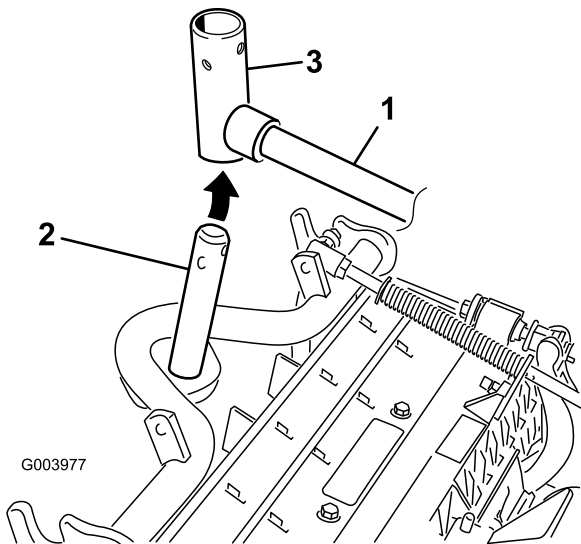

图10
8. 对于前滚刀组，在将承载架轴向上插入提升臂轴枢的同时，把滚刀组滑到提升臂下方（图10）。
- B. 将提升臂枢插入承载架轴的上方（图10）。